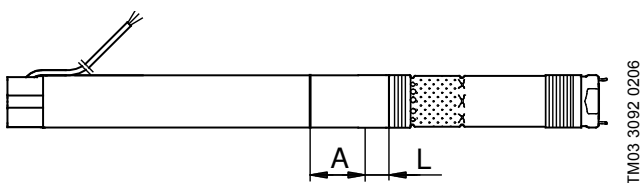

Рис. 2 Область затяжки
1. Зафиксировать двигатель в тисках с использованием мягких губок для тисков (B). Зажимать в тисках только часть двигателя A по таблице на рисунке 3.
7. Затянуть напорную камеру на корпусе специальным ключом (A), вставкой с открытым зевом (M) и динамометрическим ключом (J).
8. Перевернуть двигатель и насос в горизонтальное положение, зафиксировать в тисках с использованием мягких губок для тисков (B). См. рис. 2.
9. Затянуть насос и двигатель ключом для напорной камеры (A), вставкой с открытым зевом (M) и динамометрическим ключом (J).
11. Установить торцевую крышку на двигатель. Установить и затянуть винты (250) динамометрической отверткой (K) и битой torx T20 из сервисного комплекта (G).